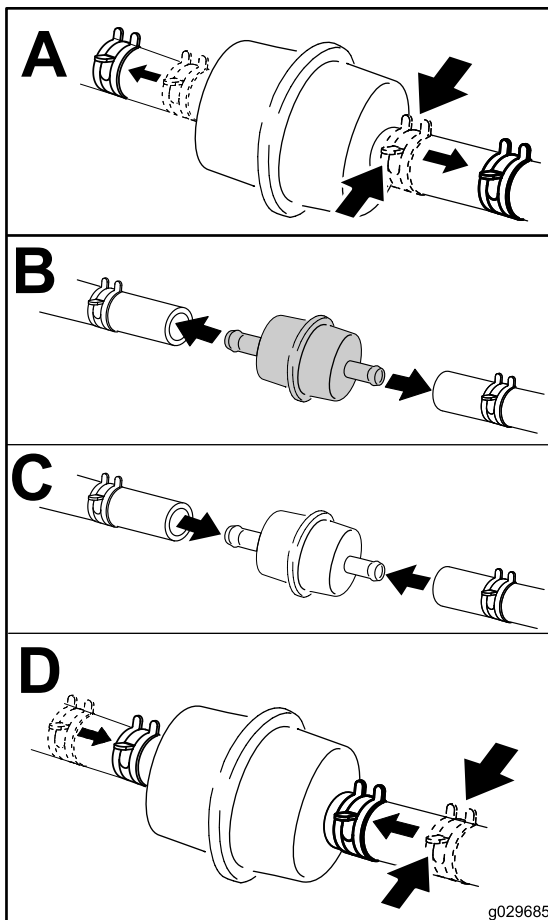

Bild 46
5. Tauschen Sie den Kraftstofffilter aus (Bild 46).